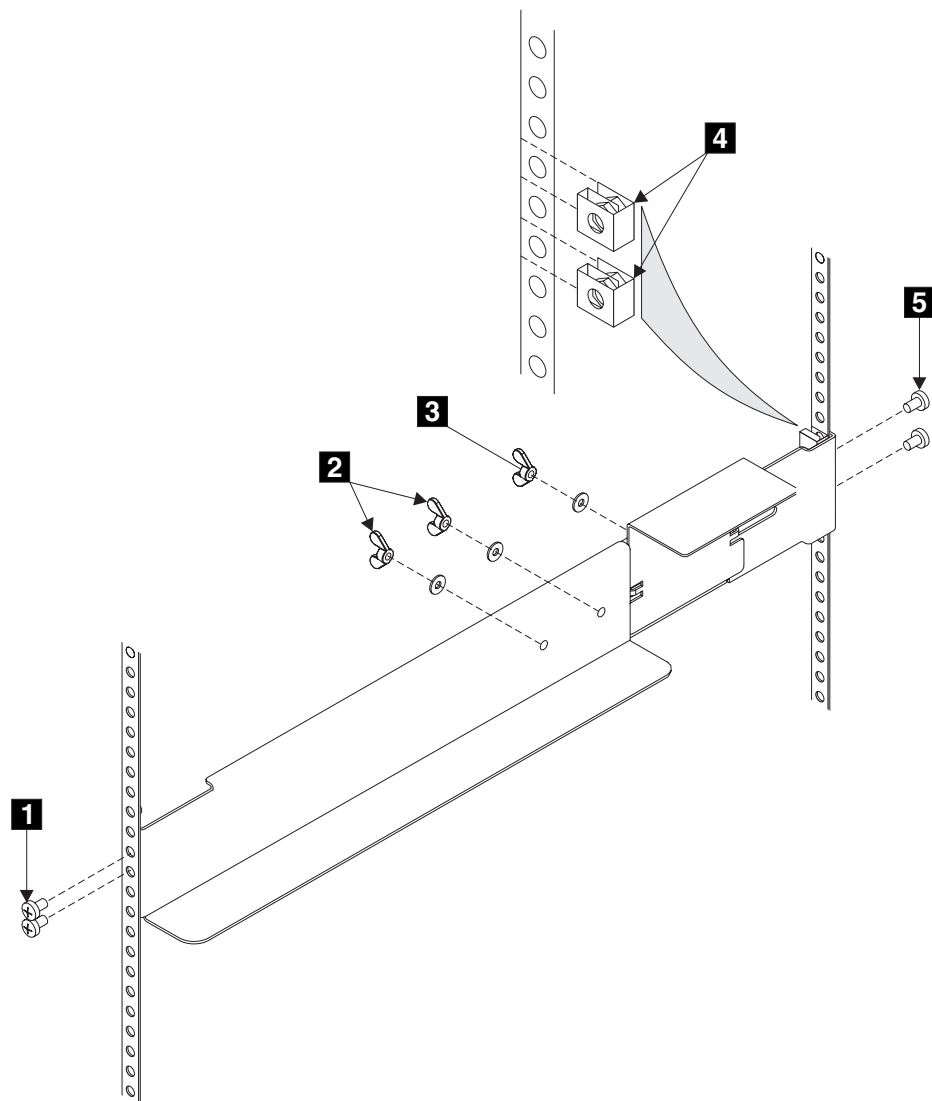

図 164. 2145 UPS 用サポート・レールのラックへの取り付け
1. ナット・クリップ **4** をラックに取り付けます (367 ページの図 164 を参照)。これらのナット・クリップは、サポート・レール・フランジの 2 番目と 4 番目の穴に位置が合っている必要があります。